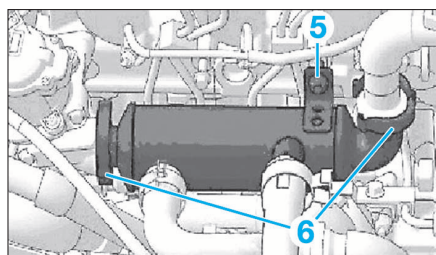

FIG. 59
- les fixations (5) et (6) (Fig.59).